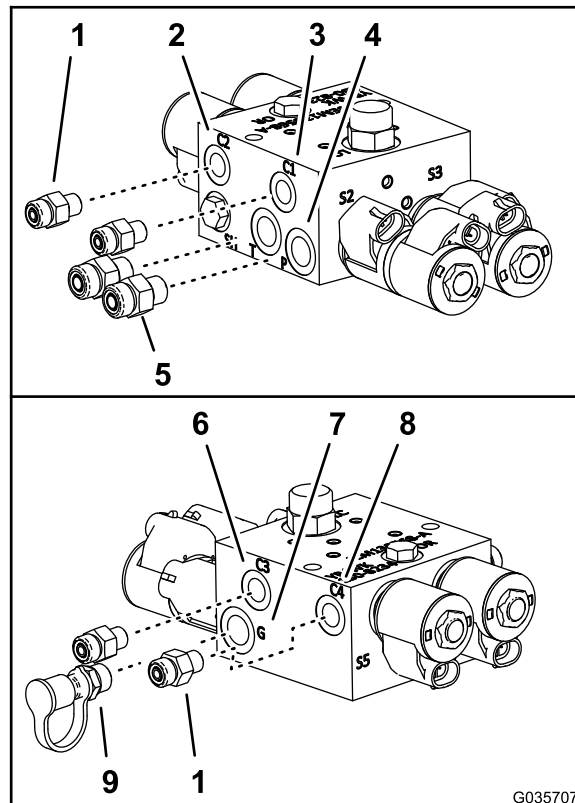

Figure 11
5. Sur le nouveau collecteur des vérins de levage, branchez aux orifices P et T les raccords hydrauliques droits (Figure 11) que vous avez retirés à l'opération 3.
6. Branchez les 4 raccords hydrauliques droits du kit de mise à niveau pour rampes ultrasoniques dans les orifices C1, C2, C3 et C4 du nouveau collecteur des vérins de levage (Figure 11).
7. Branchez le raccord de diagnostic et son chapeau, que vous avez déposés à l'opération 4, dans l'orifice G du nouveau collecteur des vérins de levage (Figure 11).